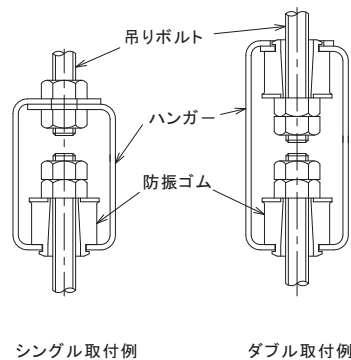

図 6 防振ハンガー構造図
- (6) 防振ハンガーを使用する場合は、図 6 に示すように吊りボルトのナットには